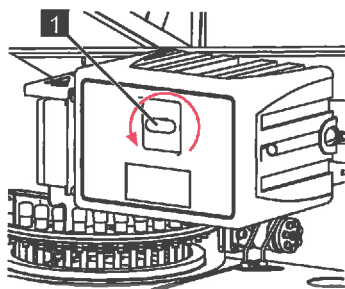

Abb. 200
2. Verriegelung (Abb.200/1) gegen den Uhrzeigersinn drehen.